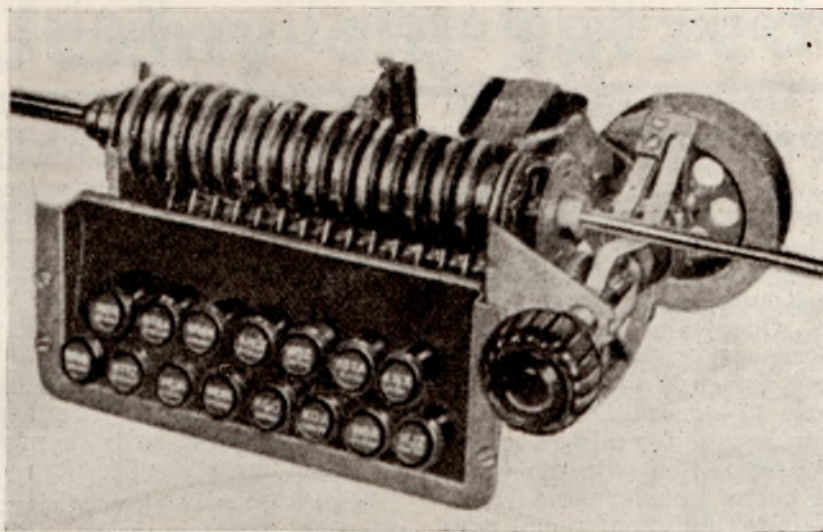

fig. 5
b) System Steward-Warner (fig. 5). — Układ ten wymaga wielkiej dokładności wykonania i jest niewątpliwie najbardziej kosztownym z pośród tego rodzaju urządzeń fabrykowanych w Ameryce. Jest on poruszany silnikiem elektrycznym typu zbliżonego do poprzednio opisanego układu R. C. A.